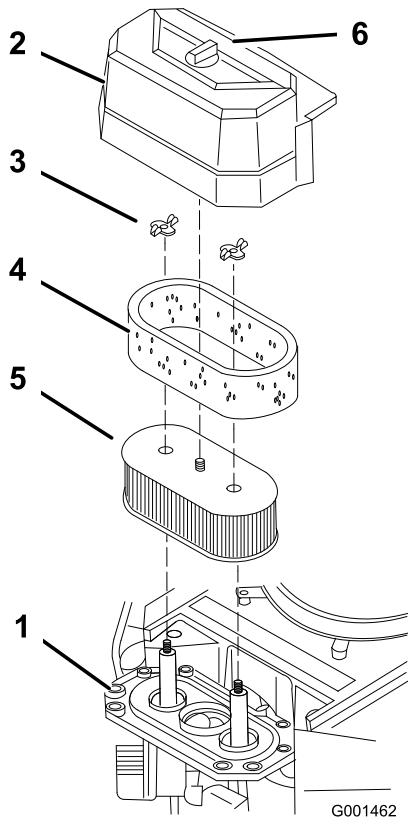

Figura 21
3. Limpie alrededor del limpiador de aire de forma que la suciedad no penetre en el motor y cause daños (Figura 21).
4. Desenrosque el pomo de la cubierta y retire la cubierta del limpiador de aire (Figura 21).
5. Desenrosque las 2 tuercas de orejeta y retire el conjunto del limpiador de aire (Figura 21).
6. Retire cuidadosamente el filtro de gomaespuma del filtro de papel (Figura 21).
1. No limpie el filtro de papel. Cámbielo cada 200 horas de funcionamiento (Figura 21).
1. Deslice cuidadosamente el filtro de gomaespuma sobre el filtro de papel (Figura 21).
2. Coloque el conjunto del limpiador de aire sobre la base del limpiador de aire y fíjelo con 2 tuercas de orejeta (Figura 21).
3. Coloque en su posición la cubierta del limpiador de aire y apriete el pomo de la cubierta (Figura 21).